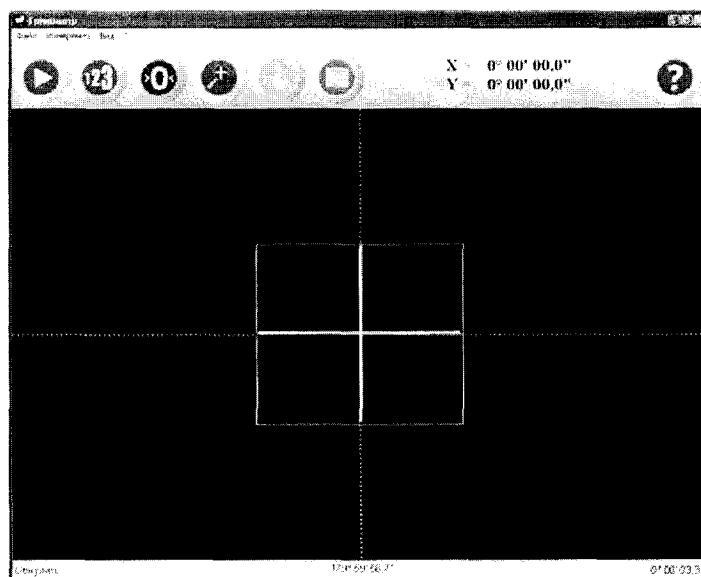

Рисунок 16.
2.3.6 Нажать кнопку  или клавишу «F10», данный отсчет будет принят за ноль (рисунок 16).